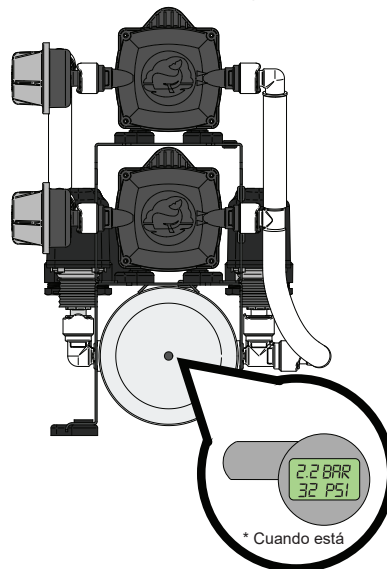

Figura 7 Ubicación de válvulas para la revisión anual
- Compruebe la presión del tanque acumulador una vez al año, como se muestra en la Figura 7. Utilice la bomba manual o de pedal para aumentar la presión en caso necesario.